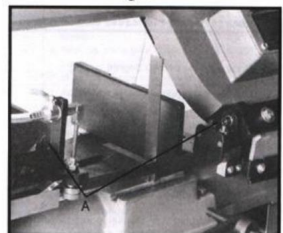

Fig. 6
2. Placera maskinistens ruta på bordet bredvid bladet enligt bilden i fig. 6.